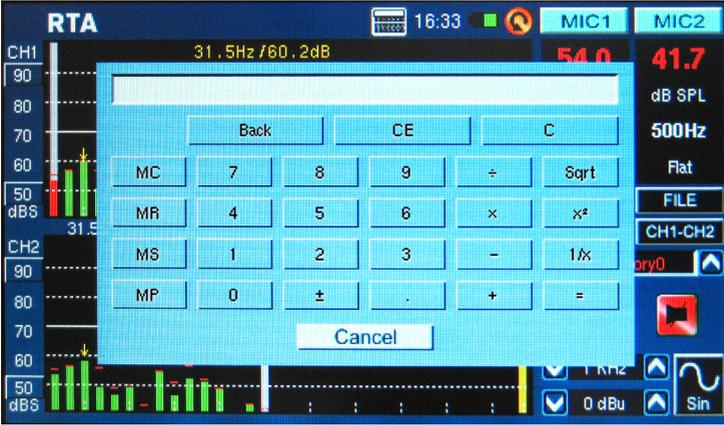

图 8
- 如果您需要进行快速的计算，您可使用PAA6的计算器而无需退出当前功能(图8)。